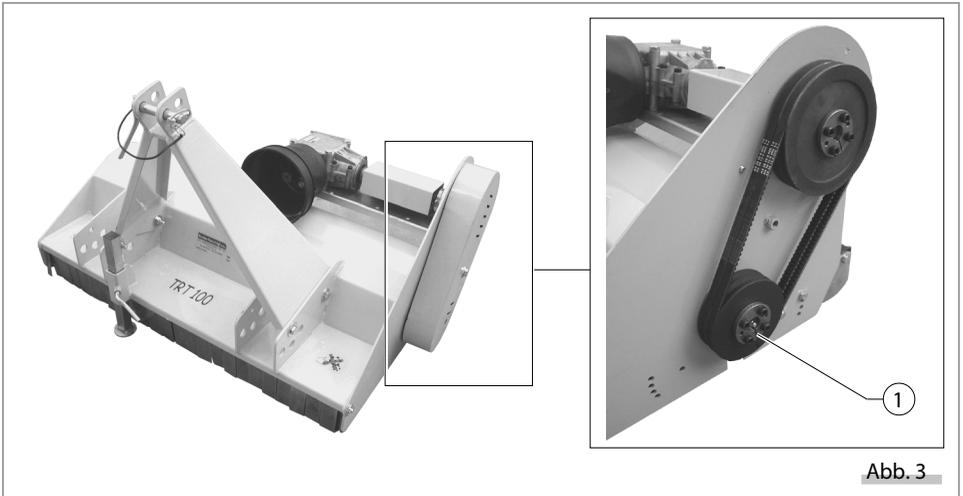

Abb. 3
- # Rotor Antriebsseite (Abb.3 Pos.1);